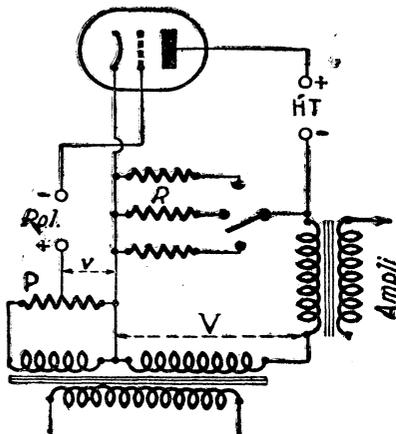

Figure 11
b) Mesure de la pente. — Le principe est le même, mais on superpose au courant alternatif de plaque traversant le transformateur de l'amplificateur un courant en opposition de phase (fig. 11). Lorsque le zéro est établi, la pente est :